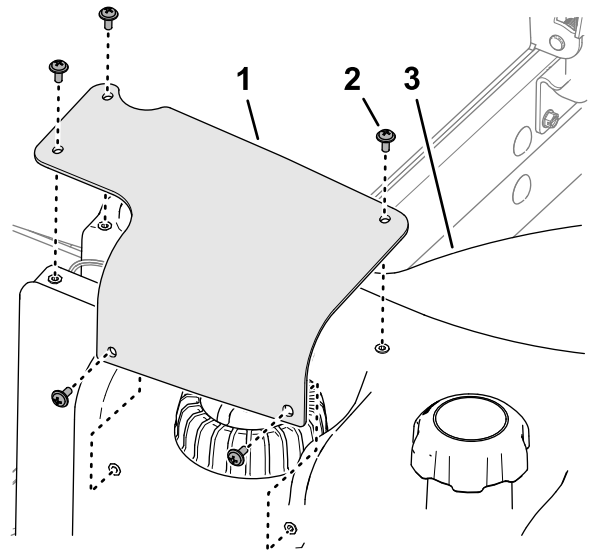

Bild 118
2. Entfernen Sie die fünf Kreuzschlitzschrauben, mit denen der Kraftstoff-Füllstandsensorm am Kraftstofftank befestigt ist, und nehmen Sie die Abdeckung ab (Bild 118).